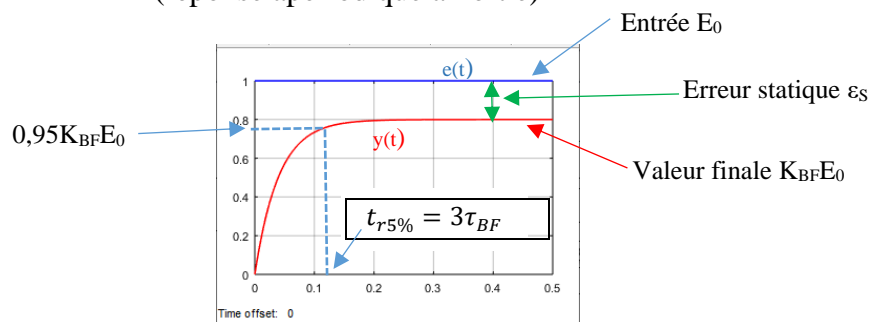

Figure 3
N.B : essai figure 3 :  $E_0=1$ ,  $K=2$ ,  $A=2$  et  $\tau=0,2s$ .